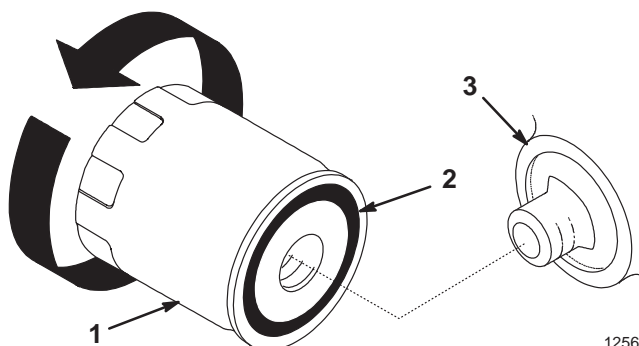

Figure 20
12. Changez le filtre à huile au besoin (Fig. 20).
2. Déposez le filtre à huile usagé et essuyez la surface du joint de l'adaptateur (Fig. 20).
3. Appliquez une fine couche d'huile neuve sur le joint en caoutchouc du filtre de rechange (Fig. 20).
5. Serrez le filtre à huile de 1/2 à 3/4 de tour supplémentaire (Fig. 20).